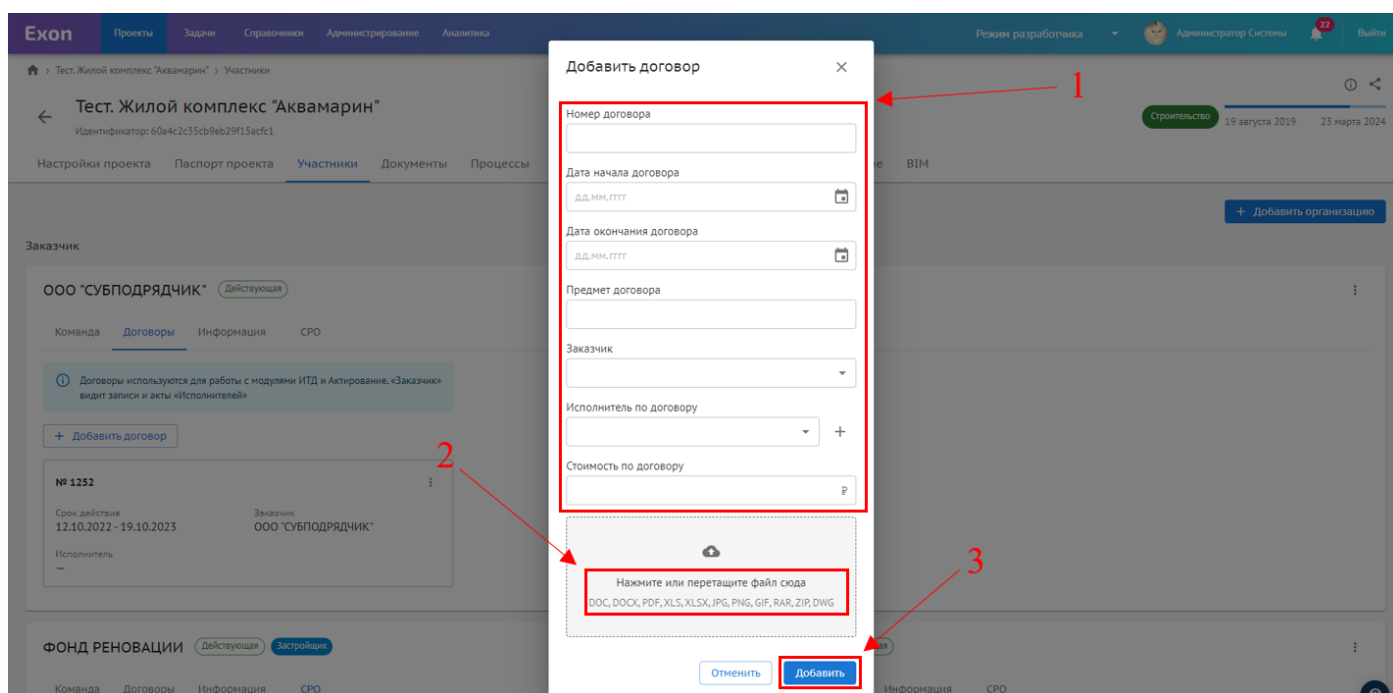

Рис. 32 – Добавление договора
2. Далее следует ввести все необходимые реквизиты договора (1) (рис.32);
3. Прикрепить файл договора с рабочего стола компьютера в одном из указанных форматов (2) (рис.32);
4. Нажать «Добавить» (3) (рис.32).